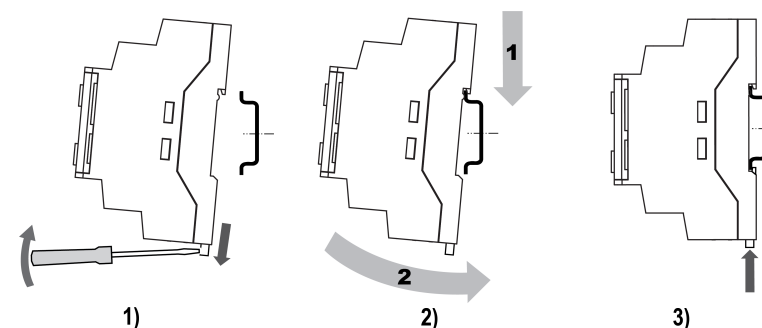

Рисунок 6.2 – Монтаж и демонтаж прибора
2. Вставив отвертку в проушину, оттянуть защелку (см. рисунок 6.2, 1).
3. Прибор прижать к DIN-рейке (см. рисунок 6.2, 2). Отверткой вернуть защелку в исходное положение (см. рисунок 6.2, 3).